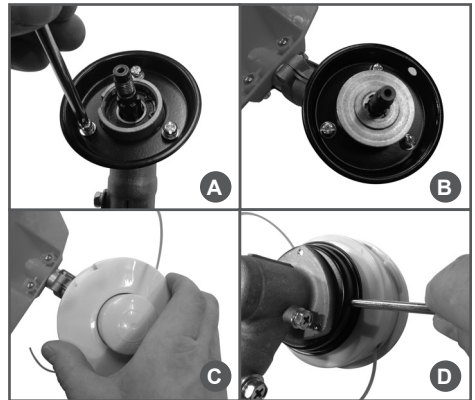

Рис. 5 Установка триммерной головки
1. Установите на редуктор защитную чашку (Рис. 5А).